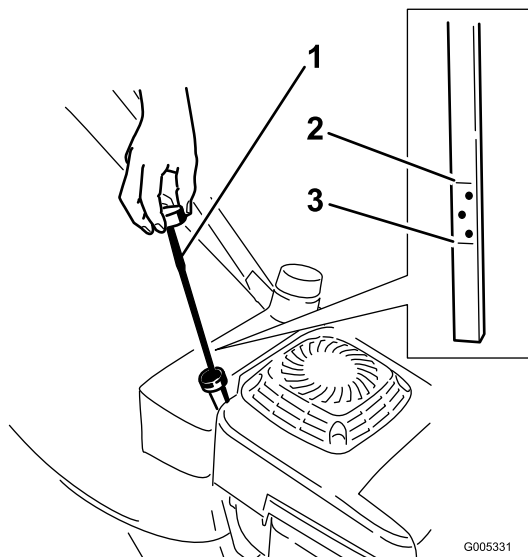

Figura 9
Antes de cada uso, compruebe que el nivel de aceite está entre las marcas Añadir y Lleno de la varilla (Figura 9).
2. Limpie alrededor de la varilla (Figura 9).
6. Retire la varilla y compruebe el nivel de aceite en la misma (Figura 9).